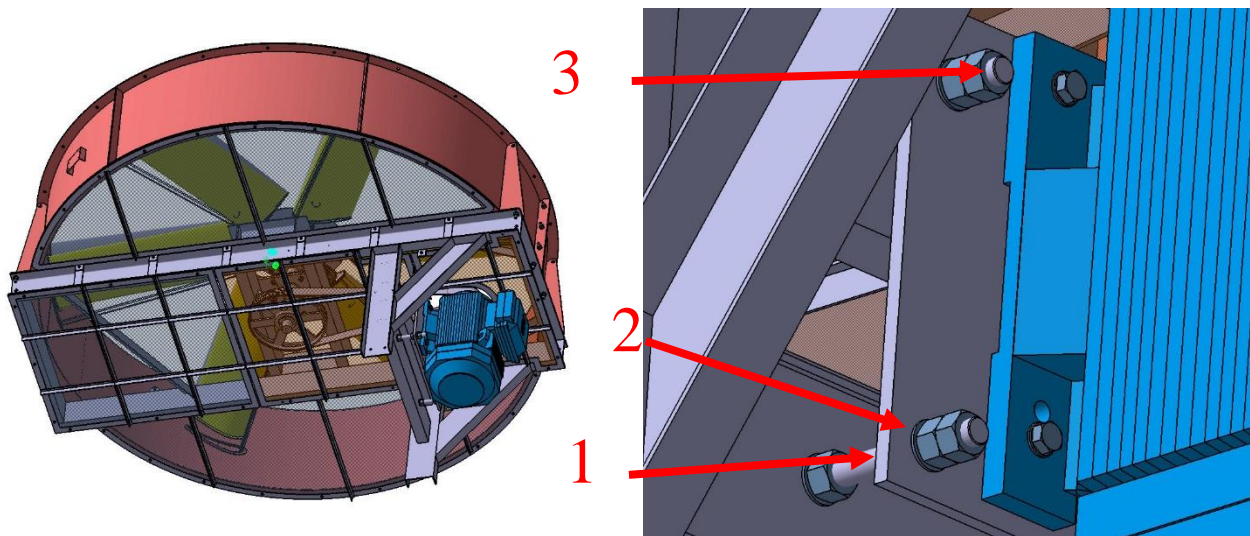

Figura 5-3: Tensado para ventilador modelos "TFF-01"
1. Afloje las tuercas de bloqueo (1 y 3, Figura 5-3) en los cuatro extremos de la placa de motor.
2. Apriete las tuercas (2) para acercar los dos paquetes de polea o alejarlos, a fin de reducir o aumentar la tensión de la correa.